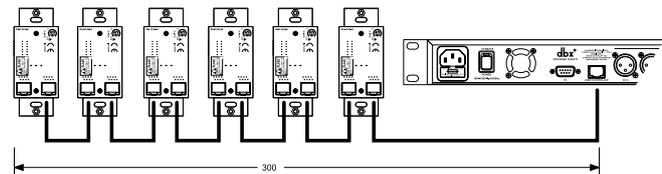

Рис. 5
- При подключении 6 последовательно соединенных ZC (Рис. 5) общая максимально допустимая длина кабеля составляет 300 футов.